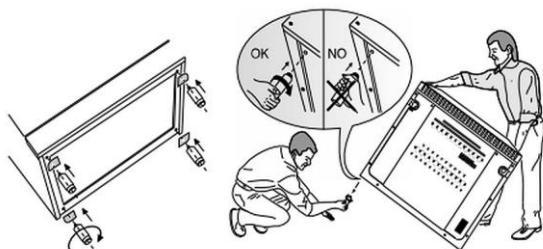

Fig. 2
- Instale las patas suministradas atornillándolas en los orificios previstos en la parte inferior del aparato (fig. 2).